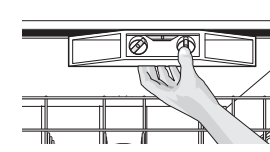

Figura 5a
- Verifique que el lavavajillas queda nivelado entre ambos laterales. Coloque un nivel en la sección superior delantera de la tina del aparato. Vea la figura 5a.